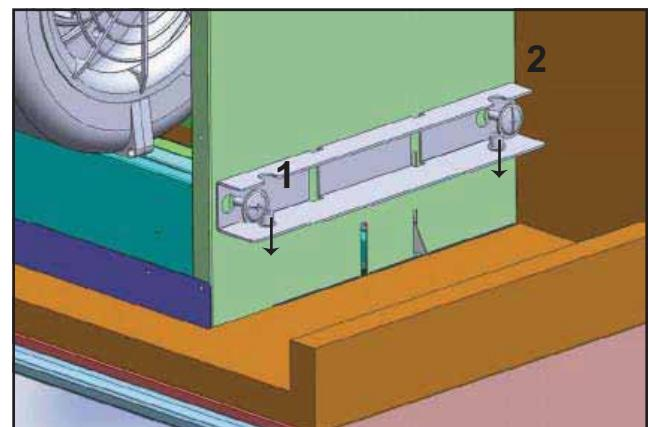

Fig.6
- 5) Fixez les supports supérieurs aux côtés gauche et droit du boîtier de la hotte à l'aide de (2) vis 3/16 x 3/8" par support, Fig.6. Assurez-vous que les (2) trous à vis pour les écrous imperdables pointent vers le bas. Note : Compte tenu de l'espace de travail restreint pour les armoires des hottes de 30", vous devrez utiliser un tournevis à angle droit ou un tournevis cruciforme de 2".